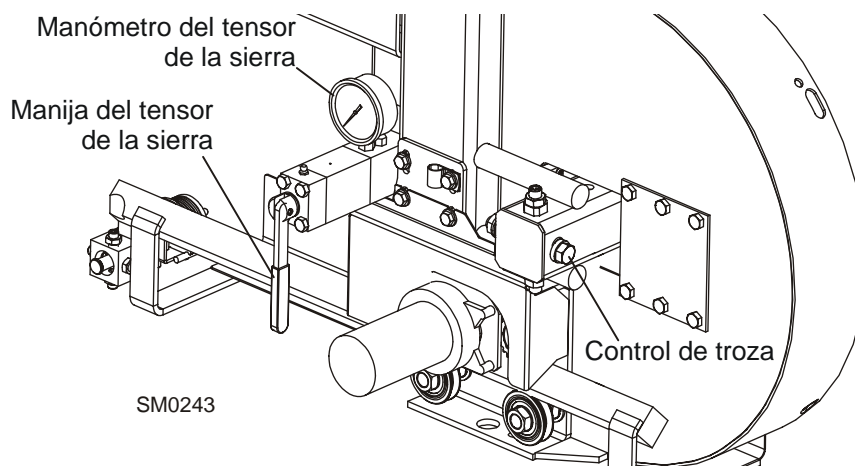

FIGURA 3-9
Ve a la **Figura 3-9**. Para tensar la sierra, gire la manija de tensión hidráulica en el sentido de las agujas del reloj hasta que el medidor de tensión indique la tensión recomendada.
5. Para ajustar la ruta de la sierra en las poleas portasierra, use la manija del control de troza que se muestra en la **Figura 3-9**.